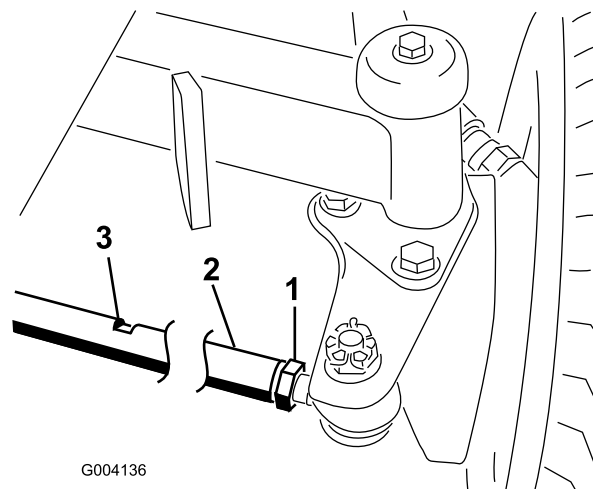

Figura 61
2. Desaperte a porca de bloqueio em cada extremidade da barra de direção (Figura 61).